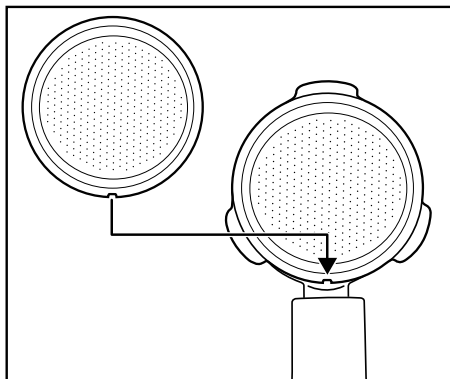

Bild 2
- Kontrollera att det lilla hacket på den stora **19** eller lilla filterinsatsen **20** hamnar över hacket på filterhållaren **18** när du sätter in den (Bild 2).